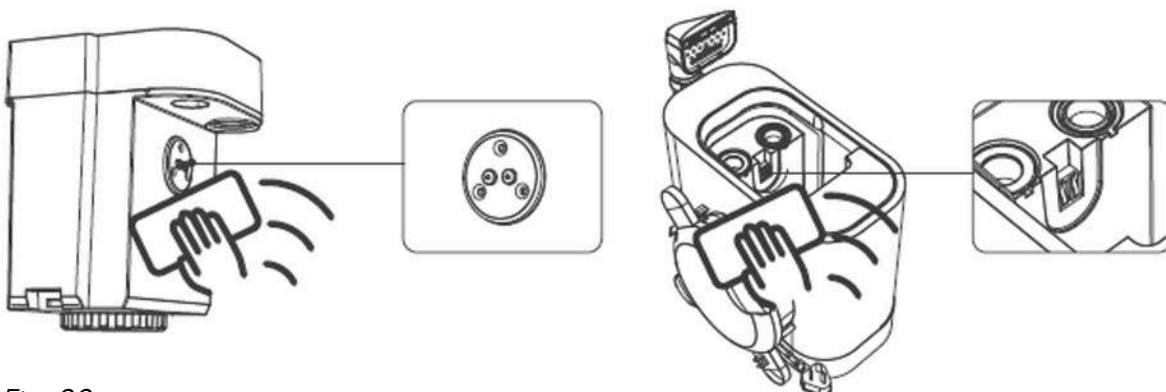

Fig. 22
5. Als het apparaat een geluidssignaal geeft dat de vuilwatertank vol is, maar de vuilwatertank is eigenlijk niet vol, is er sprake van vals alarm. Op dat moment moet de gebruiker de vuilwatertank verwijderen en de kleine metalen plaat aan de zijkant van de vuilwatertank en de metalen plaat die overeenkomt met het hoofdgedeelte schoonmaken. Na het reinigen installeert u de vuilwatertank terug (zie fig.22).